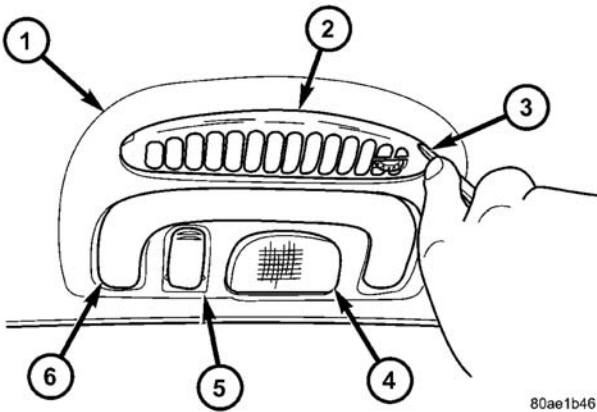

图 1 顶置出风口
(1) 用一个装饰板撬杆或一个其它合适的宽扁平刃的工具，轻轻地将顶置出风口的蝶形轮端撬离车顶内衬仪表板框中的枢轴销，直至出风口的一端松开（图 1）。